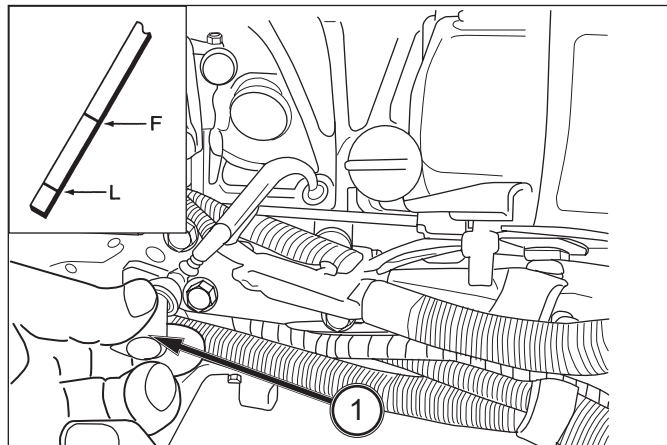

ABB. 125
ABB. 125: Zum Kontrollieren des Motorölstands den Traktor auf ebenem Untergrund abstellen. Zum Prüfen des Kühlmittelstands den Motor erst ausreichend abkühlen lassen. Den Messstab (1) herausziehen und überprüfen, ob sich der Ölstand zwischen der oberen (F) und der unteren (L) Markierungslinie auf dem Messstab befindet. Den Messstab abwischen, sofort wieder einführen und den Ölstand erneut kontrollieren.